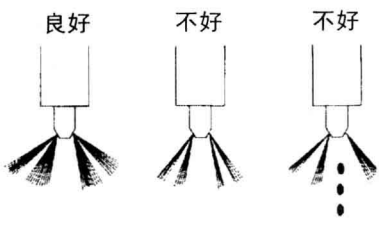

图 4-2-12 喷雾形状的检查
(1) 喷雾形状的检查。喷雾形状如图 4-2-12 所示，图中左侧为良好，中间为不好（喷孔阻塞），右侧为不好（滴油）。